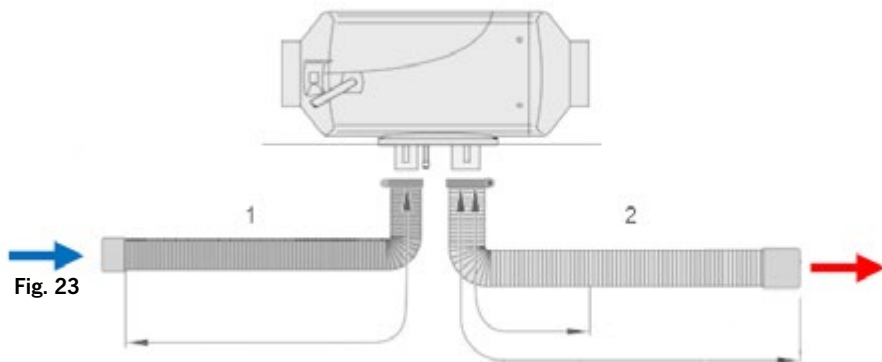

Fig. 23
L'air de combustion de l'appareil de chauffage arrive par un tuyau flexible en aluminium, papier et plastique Fig. 23 (1) [Longueur : 0,5 m].
Les gaz brûlés sont évacués par un flexible Fig. 23 (2) en V2A. [Longueur : VanHeat 2.0-DH : 715 mm, VanHeat 4.0-DH : 1 000 mm.]